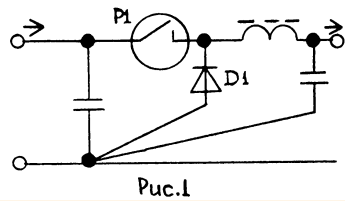

Рис.1
▶ При использовании ТАНа удобно применить вакуумное реле (Рис. 1). Оно обеспечивает безыскровую коммутацию в моменты включения и выключения. Диод служит для погашения ЭДС самоиндукции дросселя при выключении. Тип реле В1В-1В, 10Ах 3кV.